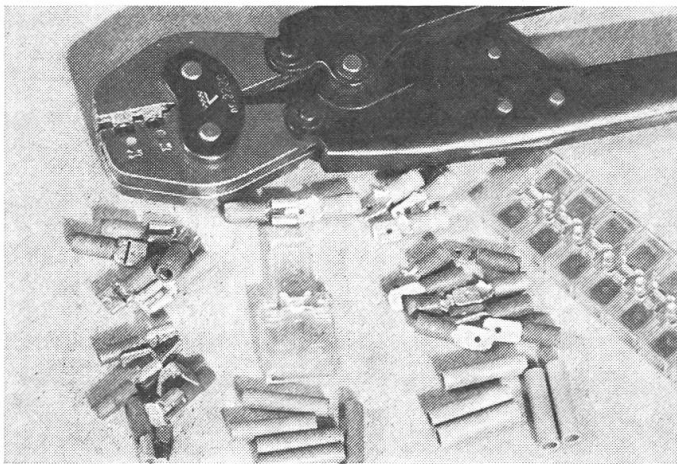

Abb. 24
- Bei neueren Anlagen werden als Verbindungselemente sehr oft Klemmstecker verwendet. Für die bäuerliche Werkstatt gibt es preisgünstige Sortimente mit den gebräuchlichsten Steckern, Verbindern und Quetschzangen (Abb. 24).